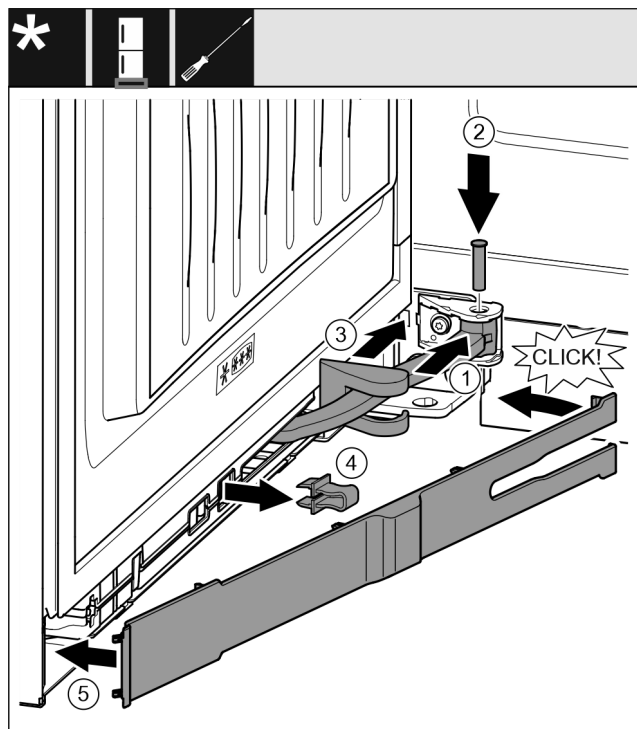

Fig. 38
- ▶ Ruotare il giunto nella sospensione. Fig. 38 (1)
- ▶ Con un cacciavite T15 inserire i perni nella sospensione e nel giunto. Assicurarsi che la camma di arresto sia posizionata correttamente nella scanalatura. Fig. 38 (2)
- ▶ Spostare la copertura del blocco di supporto lungo il giunto e montarla sulla sospensione. Fig. 38 (3)
- ▶ Rimuovere il fusibile. Fig. 38 (4)
- ▶ Applicare la maschera dal lato della maniglia e ruotarla verso l'interno. Fig. 38 (5)